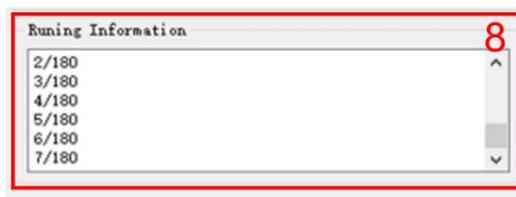

图 3.3.19 采集进度示意图
(8).软件运行过程中模块 8 中的采集进度如图 3.3.19 所示，不过总的图像的数量为 100 张，最后只保存 100 张图像取平均之后的一张图像。